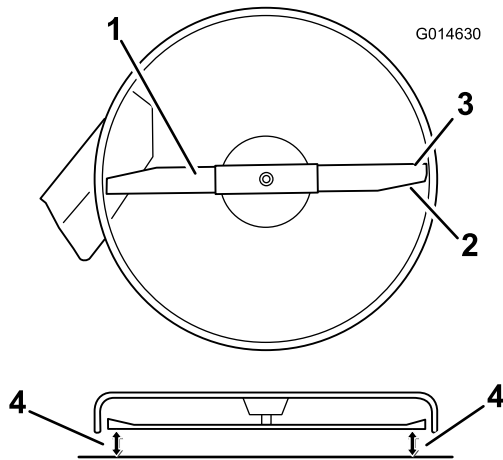
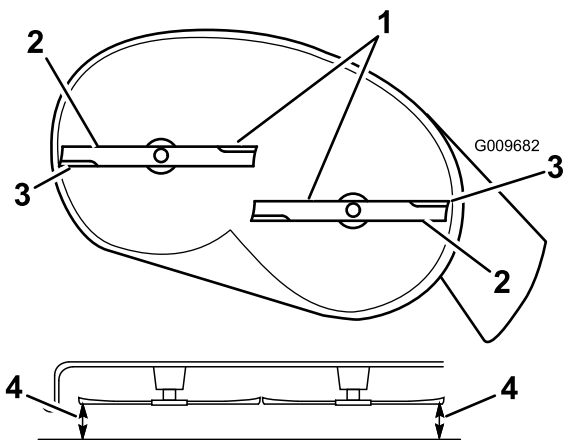

Figura 53
Figura 54
4. Gire cuidadosamente las cuchillas hasta que estén todas orientadas lateralmente (Figura 53 y Figura 54).
5. Mida entre los bordes de corte exteriores y la superficie plana (Figura 53 y Figura 54).